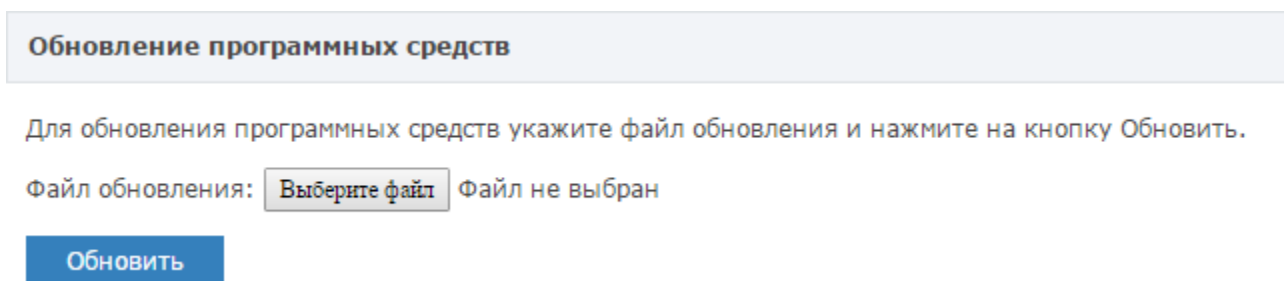

Рисунок 9.45 — Кнопка **Обновление ПО**
2. В блоке **Обновление программных средств** (рисунок 9.45) в поле **Файл обновления** укажите файл архива программных средств, нажмите на кнопку **Обновить**.